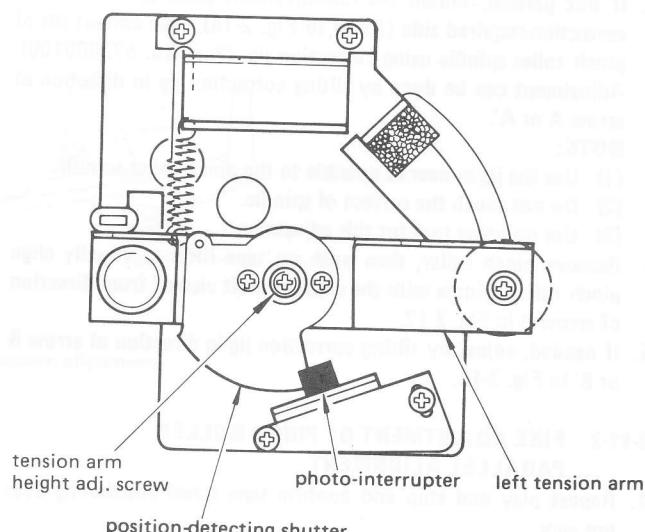

Fig. 2-10
Adjust by turning the left (right) tension arm height adjusting screw (refer to Fig. 2-10) so that the tape moves in the center of the inertia roller.
2. 調整しようとする側のガイドローラの回転を手で停め, ガイドローラのセンターをテープが走行するようにテンションアーム高さ調整ナット(図2-10参照)を調整する.